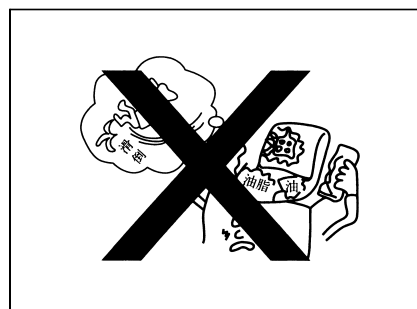

Рис. 1-58
- Очистить смазку от подлокотников и ступенек, очистить загрязнение от туфлей, чтобы оператор не упал при подъеме на погрузчик и они не влияли на работу (рис. 1-58).